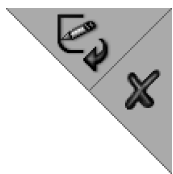

图 2-5 草图提示图标
- 绘图区域退出图标方式：在进入草图绘制状态的过程中，在绘图区域右上角会出现如图 2-5 所示的草图提示图标。单击左上角的图标，确认绘制的草图并退出草图绘制状态。